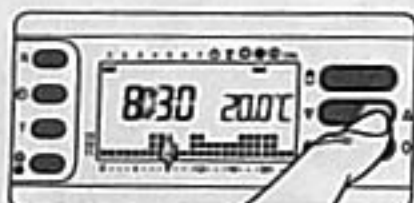

Fig. 65
**AUTOMATICO.** Premendo il pulsante **V** oppure **A**, compaiono sul display i valori di temperatura assegnati ai rispettivi livelli (fig. 65).